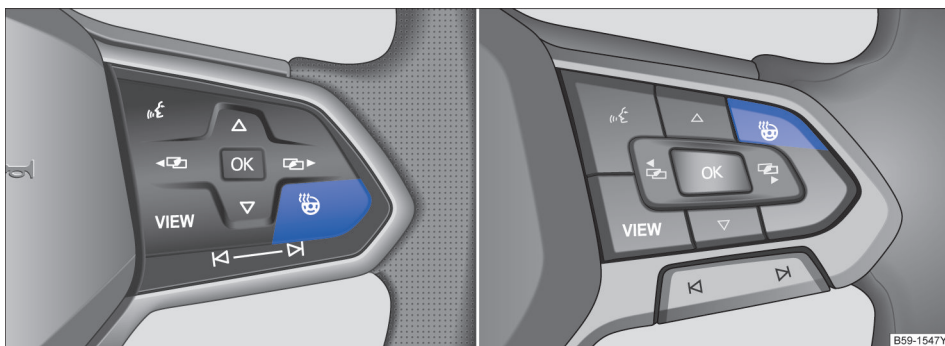

图 116 多功能方向盘上的：加热按钮
- 按压按钮 ☀ → 图 116，即可打开或关闭方向盘加热功能。